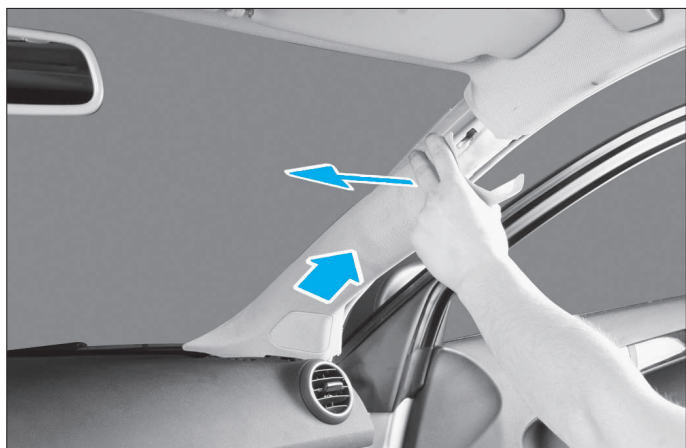

FIG. 18
- Déposer le cache de montant de pare-brise (3 agrafes). Pour cela, tirer vers soi vigoureusement mais avec précaution et en commençant du côté du plafond puis extraire le cache en tirant vers le haut (Fig.18).